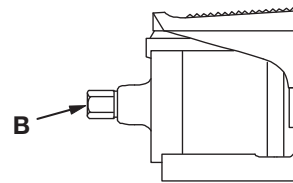

Figura 5
1. Vedere la figura 5. Collegare al raccordo girevole (B) NPTF di 1/4", di ingresso dell'aria, un sistema pneumatico in grado di erogare una portata minima di 15,3 m³/ora [9 ft.³/min.]. Utilizzare solamente raccordi a scollegamento rapido o per tubi flessibili di 1/4". Si sconsiglia l'uso di raccordi più larghi e pesanti. Sigillare il collegamento con un sigillante per filetti di alta qualità.